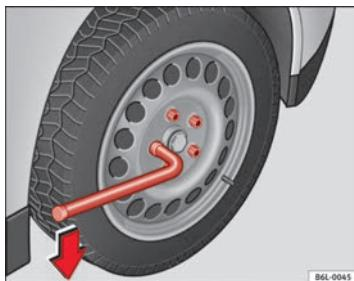

Fig. 137 Cambio de rueda: aflojar los tornillos de rueda
- Agarre la llave por el extremo y gírela aproximadamente una vuelta hacia la **izquierda** **⇒ fig. 137**.